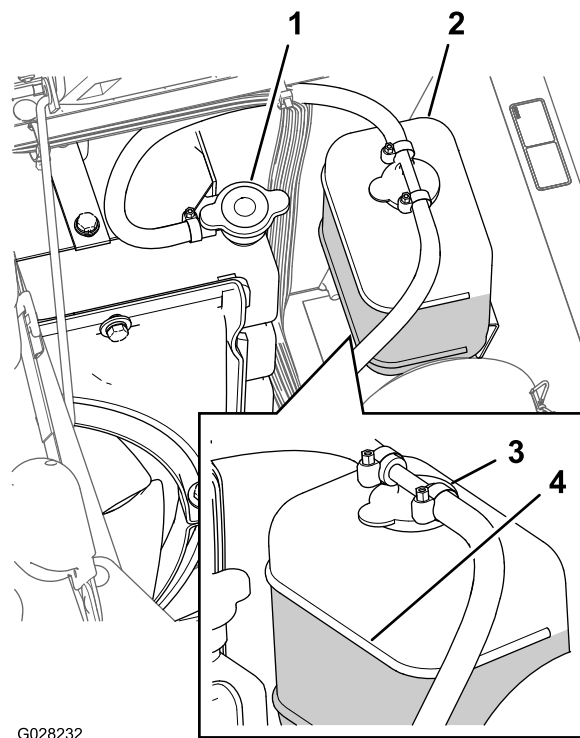

Figura 90
3. Retire cuidadosamente a tampa do radiador e a tampa do depósito de expansão (Figura 90).
**Nota:** O radiador deverá encontrar-se cheio de líquido até ao cimo do tubo de enchimento e o nível de líquido no depósito de expansão deverá atingir a marca Cheio no depósito (Figura 90).
5. Se o nível do líquido de arrefecimento for baixo, retire a tampa do depósito de expansão e o tampão do radiador, encha o depósito de expansão até à marca Cheio e o radiador até ao cimo do tubo de enchimento (Figura 90).
6. Volte a colocar as tampas no radiador e no depósito de expansão (Figura 90).
2. Aguarde até o motor estar frio e depois retire o tampão do radiador (Figura 90).
6. Retire o tampão do radiador (Figura 90).
8. Ligue o motor com a tampa sem aperto no radiador (Figura 90).
10. Assim que o líquido de arrefecimento tiver aquecido, encha o nível do líquido até à superfície de vedação e aperte o tampão (Figura 90).
11. Abra a tampa do depósito de expansão e encha o depósito com líquido de arrefecimento até ao nível Frio (Figura 90).